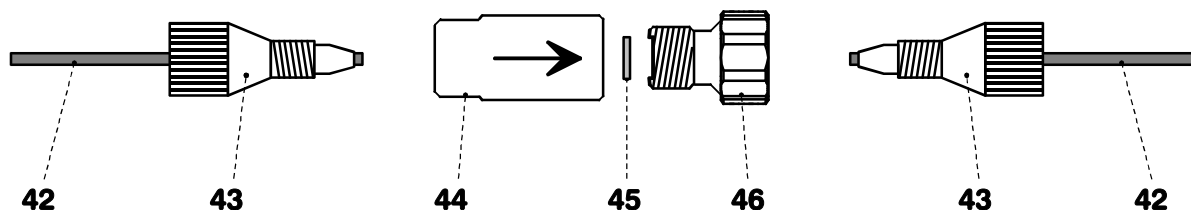

Abb. 18: Filtereinheit PEEK 6.2821.120
Die im Lieferumfang der IC Pump 818 enthaltene **Filtereinheit PEEK 6.2821.120 47** (siehe Abb. 18) dient zur Vermeidung von Verschmutzungen durch Abriebpartikel von Kolbendichtungen und kann im Druckbereich 0...30 MPa (0...300 bar) eingesetzt werden. Sie besteht aus dem Gehäuse **44**, dem Filter **45** und einem Anschlussstück **46**, das in das Gehäuse **44** eingeschraubt wird. Für den Anschluss von Kapillaren **42** müssen PEEK-Druckschrauben **43** (6.2744.010) verwendet werden.
- Das zweite Ende der Verbindungskapillare **3** am Filtergehäuse **44** der Filtereinheit **47** anschliessen (siehe Abb. 18).